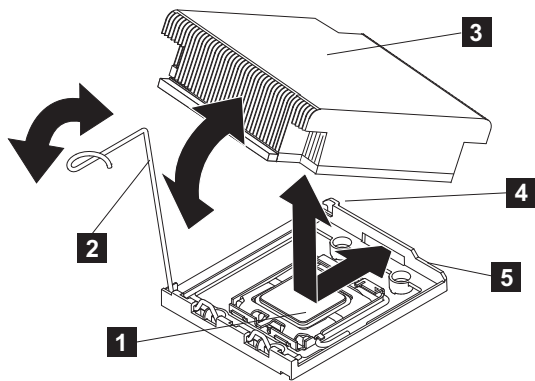

図 307. SAN ボリューム・コントローラー 2145-DH8 マイクロプロセッサへのヒートシンクの取り付け
7. 405 ページの図 307 に示すように、マイクロプロセッサの上部でヒートシンクを位置合わせします。